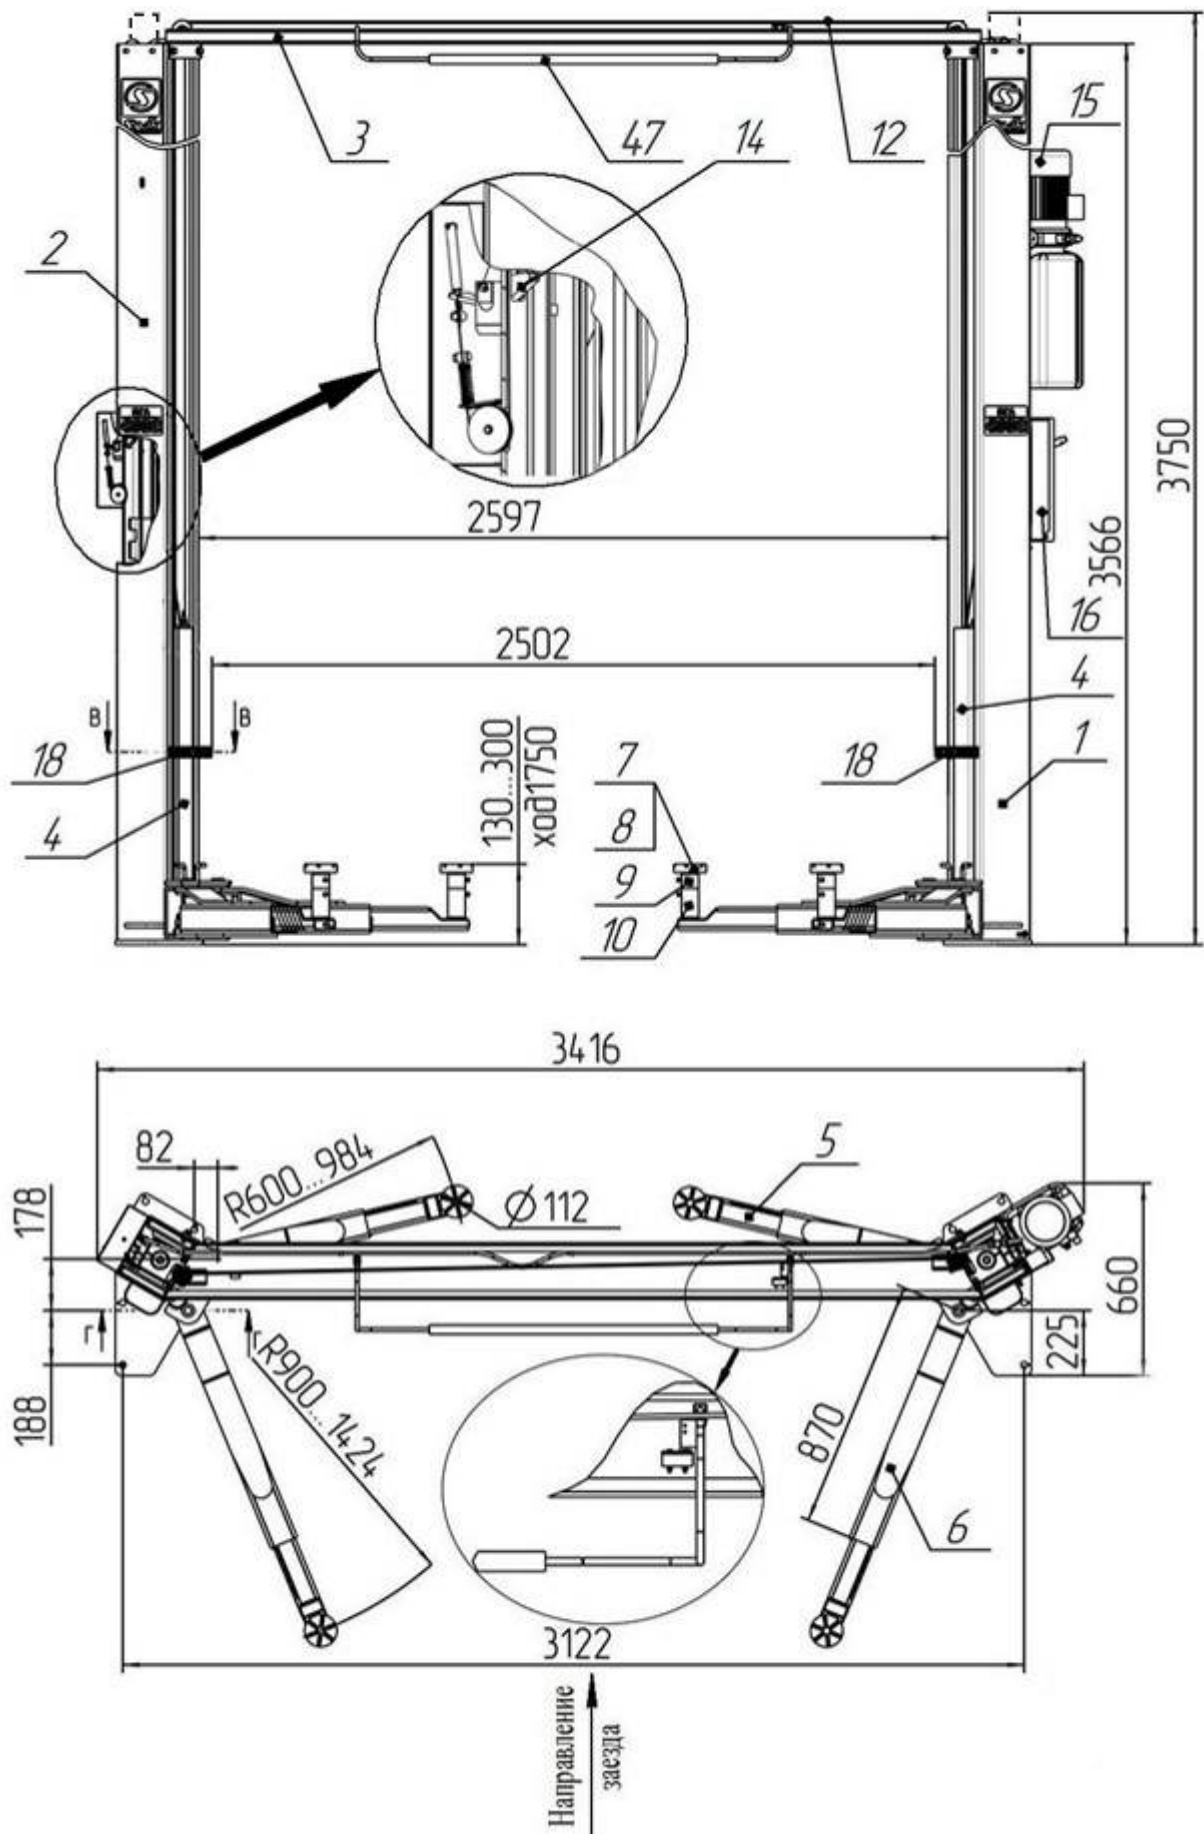
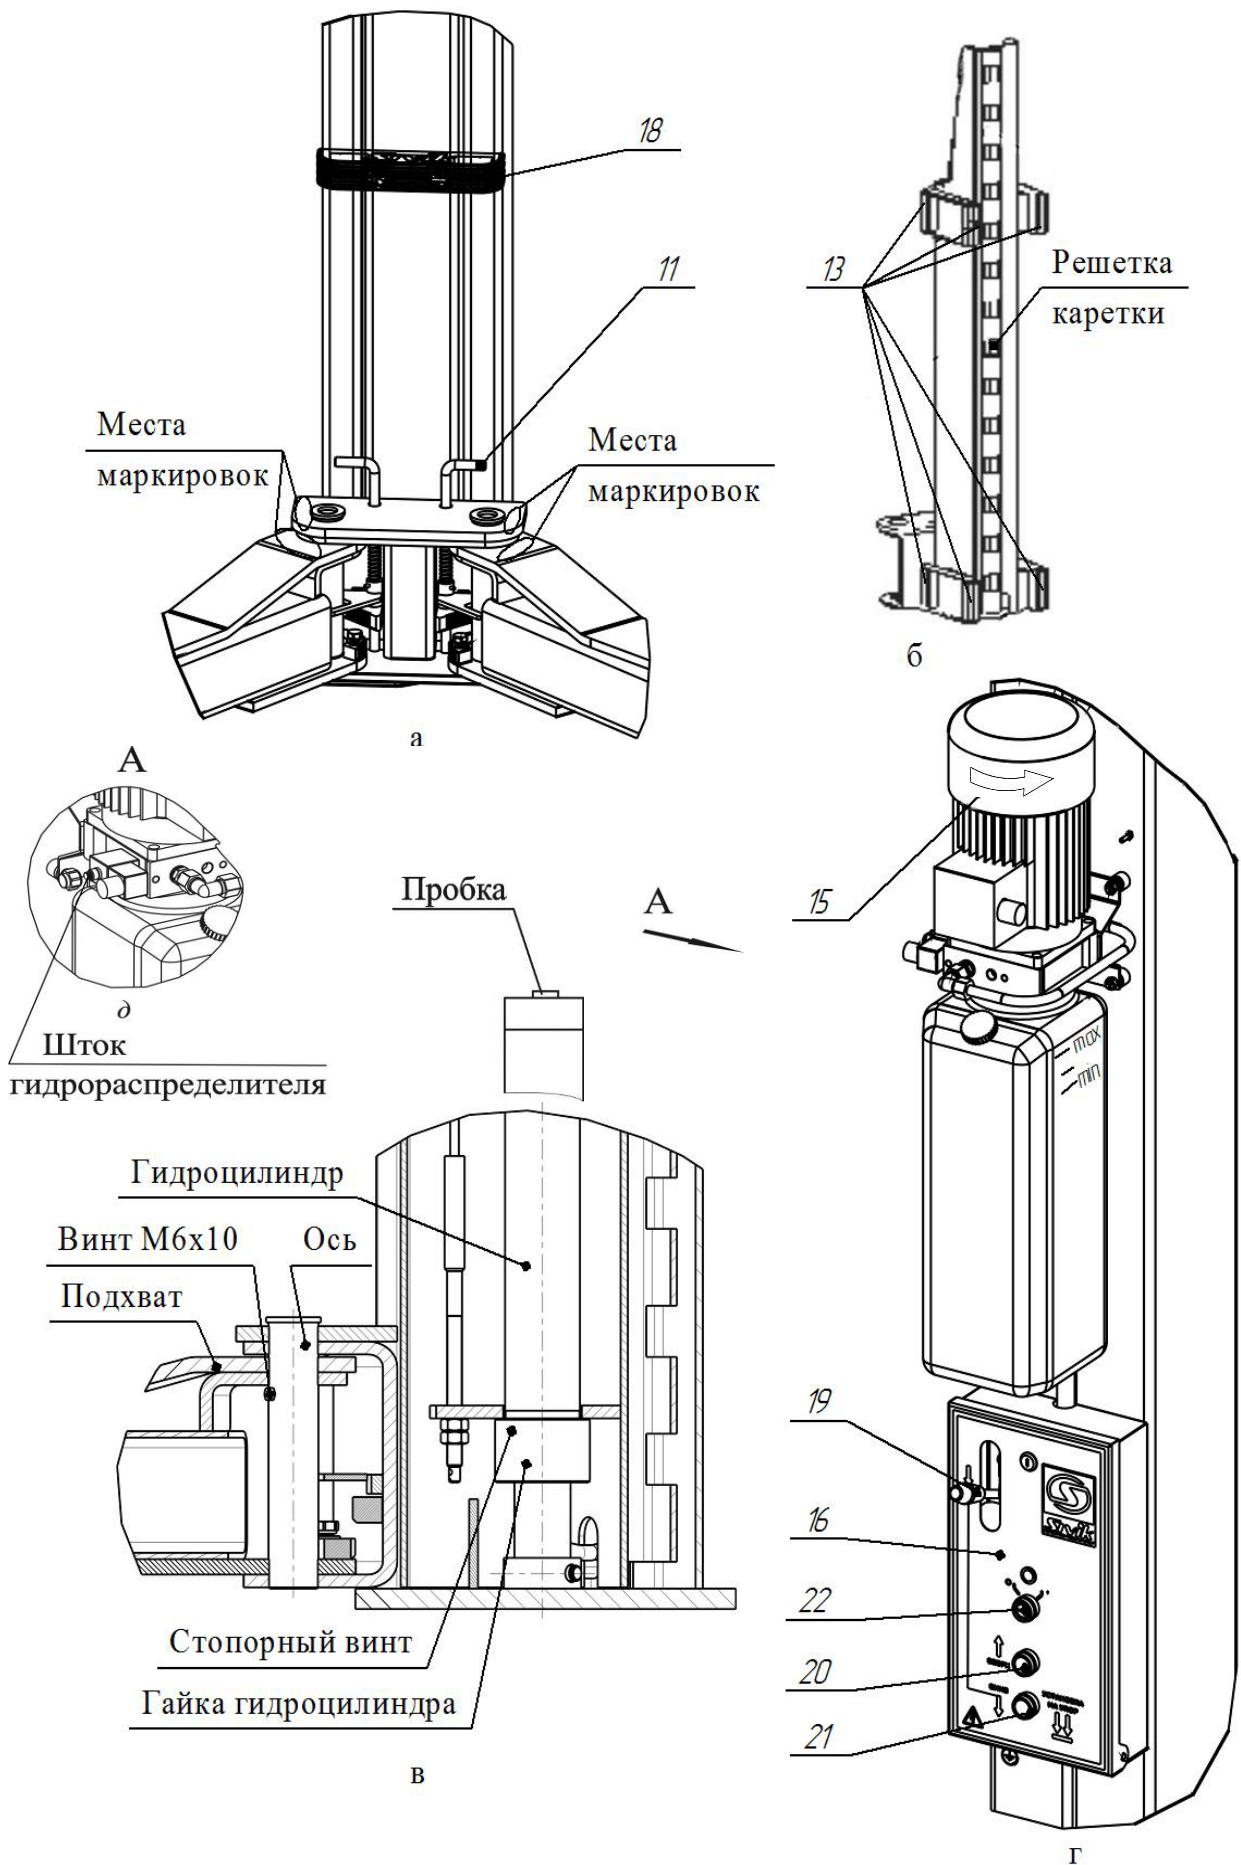

Рисунок 3.1- Общий вид подъемника
Рисунок 4.1 – Виды подъемника
Подъемник (рисунок 3.1) состоит из двух стоек коробчатого сечения - правой 1 и левой 2, соединенных между собой перекладиной 3. В стойках размещены каретки 4 с закрепленными на них поворотными телескопическими подхватами 5 и 6 разной длины. На концах подхватов 5, 6 установлены опоры 7, втулки резьбовые 8, втулки 9, 10, фиксируемые болтом М8х16. Подхваты фиксируются стопорными устройствами 11 (рисунок 4.1 а), автоматически срабатывающими при подъеме автомобиля. При опускании кареток 4 в крайнее нижнее положение происходит автоматическое расстопорение подхватов 5 и 6. Каретки 4 приводятся в движение гидравлическими цилиндрами, установленными внутри стоек. Подъемник снабжен системой 12 тросовой синхронизации движения кареток 4.
Каждая каретка 4 (рисунок 4.1 б) снабжена полиамидными ползунами 13, скользящими по беговым дорожкам стоек 1 и 2. Каретки фиксируются на требуемой высоте стопорами-защелками 14 (рисунок 3.1), закрепленными на стойках 1,2 и входящими в зацепление с решетками на каретках 4.
На правой стойке (рисунок 4.1 г) размещена насосная станция 15 с пультом управления 16. Внутри насосной станции 15 находится клапан предохранительный, предотвращающий перегрузку в гидросистеме. Клапан предохранительный настроен на заданное давление и опломбирован.
- касании автомобилем ограничительной дуги 47 перекладины 3 (рисунок 3.1);
Для предотвращения повреждения дверей автомобиля (при открывании) на каретки 4 установлены накладки 18, фиксируемые винтами М8х30, шайбами 8Г и шайбами 8 (рисунок 3.1 и рисунок 4.1 а).
Управление подъемником осуществляется рычагом 19 (рисунок 4.1 г) и двумя кнопками 20 и 21, установленными в пульте управления 16. Рычагом 19 осуществляется расстопорения кареток 4, а кнопками 20 и 21, подъем (кнопка 20) и опускание (кнопка 21) кареток 4.
ВНИМАНИЕ! Перед сборкой проверить затяжку гаек гидроцилиндров и стопорных винтов (рисунок 4.1 в).
Для того чтобы проверить срабатывание упругой тяги 31, необходимо одному человеку прижать рукой защелку 14 к стойке 2, а другому повернуть рычаг 19 (рисунок 4.1 г) на себя. Упругая тяга 31 должна вытянуться на полный ход штока 30.
6.9 Открутить пробку бака насосной станции 15 и залить масло (около 12 л) до верхней метки «МАХ» (рисунок 4.1 г). Уровень масла контролировать визуально. Установить пробку бака на место.
- кратковременным нажатием на кнопку 20 (двигатель должен работать, вращение крыльчатки по стрелке на кожухе эл. двигателя, а из бака должно убывать масло, рисунок 4.1 г).
- отвернуть пробки у каждого гидроцилиндра на один оборот (рисунок 4.1в)
6.13 Подхваты 5, 6 установить согласно маркировки как представлена на рисунке 4.1а и зафиксировать осями к кареткам 4 стоек (рисунок 4.1в). Оси фиксировать винтами М6х10. Допускается разновысотность подхватов до 10 мм. Убедитесь, что подхваты фиксируются стопорными устройствами 11.